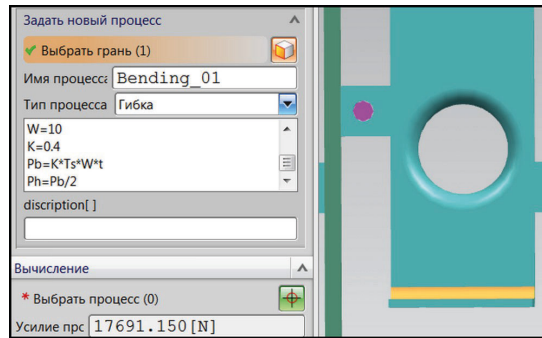
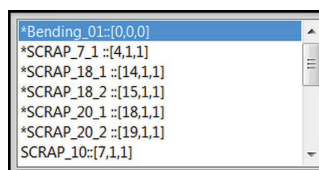

Рис. 6.17. Добавление операции «Гибка» в «Список процессов»
Рис. 6.18. Список процессов с добавленной операцией гибки \*Bending\_01
- Откройте подраздел **Задать новый процесс**. Нажмите на кнопку **Тип процесса CATALOG** и выделите операцию **Гибка**. Поменяйте **Имя процесса** на *Bending\_01*. В окне параметров появятся строки со значениями констант и формул. Для указания операции нажмите кнопку **Выбрать грань** и выделите ребро сгиба (желтый цвет) на первом процессе деформирования гибкой (рис. 6.17). Далее вновь нажмите на кнопку **Добавить**. Этими действиями заносится в **Список процессов** операция гибки – *Bending\_01* (рис. 6.18).